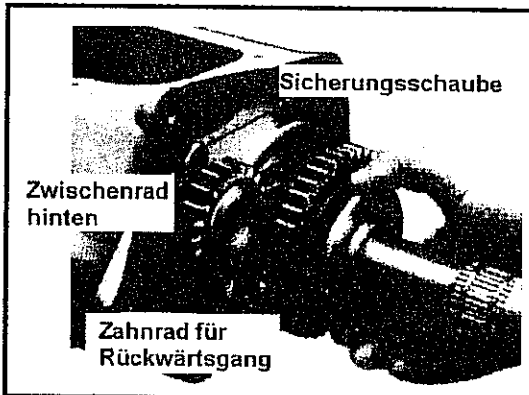

Abb. 11-11 Entfernen des Gangrads Rückwärtsgang
- Das Gangrad für Rückwärtsgang von der Abtriebswelle herunterschieben. Siehe Abb. 11-11. Das hintere Zwischenrad für Rückwärtsgang vom Getriebegehäuse herausnehmen.